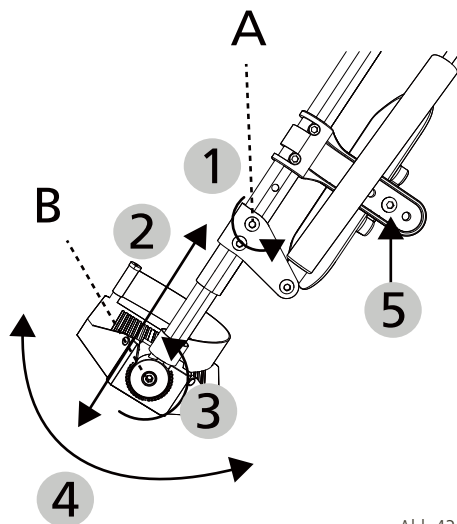
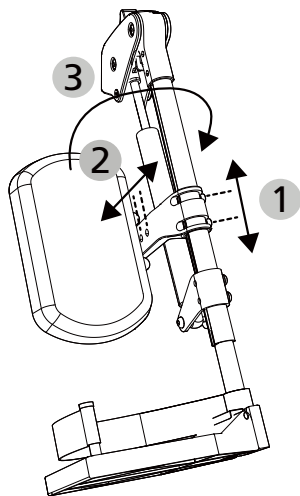

Abb.43
Abb.44
Vor dem ersten Gebrauch muss das Wadenpolster montiert werden. Nutzen Sie hierzu die beiliegende 5 mm Innensechskantschraube und Mutter und montieren Sie es im dritten Positionsloch an der Wadenpolsterhalterung (siehe 5, Abb. 43/ Abb. 44, S. 36/37).
1. Zur Längeneinstellung lösen Sie die Innensechskantschraube 4 mm (A, Abb.43) um wenige Drehungen (1, Abb. 43) und lösen Sie diese nicht vollständig.
2. Danach ziehen/schieben Sie die Fußplatte in die gewünschte Länge (2, Abb. 43). Achten Sie auf den Mindestabstand von 40 mm zwischen Fußplatte und Boden. Die minimale und maximale Auszugslänge zeigt Ihnen die Skala auf dem Rohr.
3. Zur Arretierung ziehen Sie die Schraube (A, Abb. 43) wieder fest an. Beachten Sie, dass hierbei die Schraube in den innenliegenden Montageschlitten greift.
1. Lösen Sie die Innensechskantschraube 5 mm (B & 3, Abb. 43).
3. Setzen Sie die Fußplatte in dem gewünschten Winkel wieder ein (4, Abb. 43).
1. Für die Höheneinstellung lösen Sie die 2 Innensechskantschrauben 5 mm an der Halterung. Nach der Einstellung, in 30 mm Schritten (1, Abb. 44), werden die Schrauben wieder im Lochbild fixiert.
2. Für die Tiefeneinstellung lösen Sie die Innensechskantschraube 5 mm. Nach der Einstellung in 20 mm Schritten (2, Abb. 44), wird die Schraube wieder im Lochbild fixiert.
Das Wadenpolster lässt sich mit der Halterung nach außen abschwenken, um die Wade zu entlasten und um dem Bein mehr Raum zu geben (3, Abb. 44).